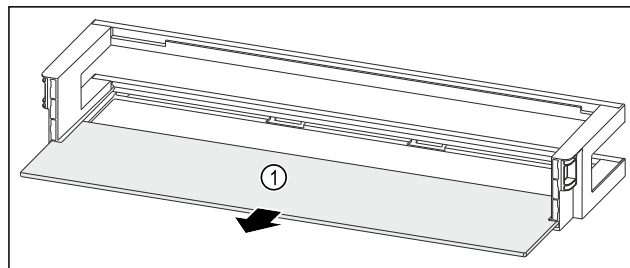

Fig. 164 Дверная полка со съемной полкой
- ▶ Извлеките съемную полку Fig. 164 (1).